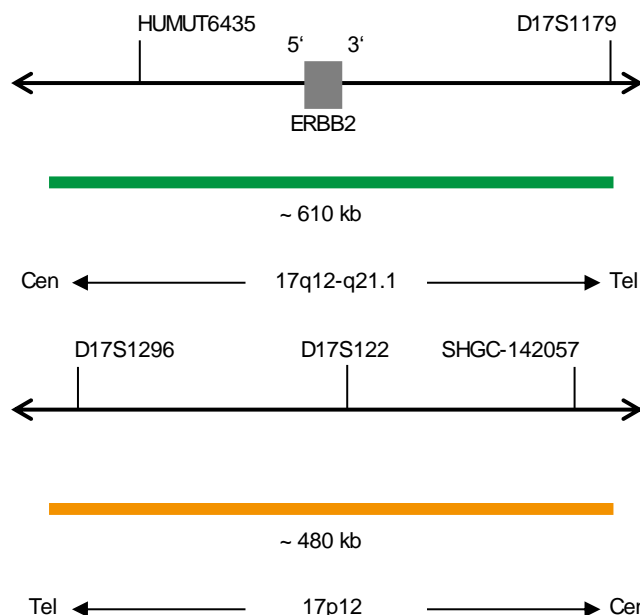

Fig. 1 : En haut : Carte de la sonde SPEC ERBB2; En bas : Carte de la sonde SPEC D17S122 (pas à l'échelle)
- Polynucléotides marqués au ZyGreen (excitation 503 nm/émission 528 nm) (~10.0 ng/ μ l), qui ciblent une séquence de 17q12-q21.1* (chr17:37,572,531-38,181,308) hébergeant la région génétique ERBB2 (voir figure 1).
- Polynucléotides marqués au ZyOrange (excitation 547 nm/émission 572 nm) (~4.5 ng/ μ l), qui ciblent des séquences en 17p12* (chr17:14,954,785-15,434,017) hébergeant le locus D17S122 (voir figure 1).